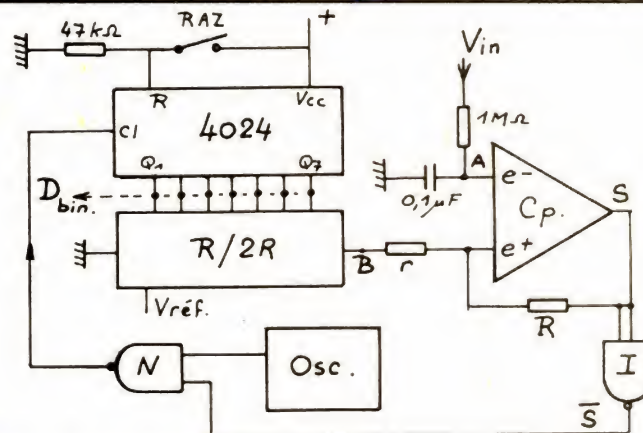

FIGURE 8. – Convertisseur A/D à compteur.
Le montage de la figure 7 peut facilement être transformé en convertisseur de ce type. On obtient le montage de la figure 8. Au départ, le 4024 est à 0. La tension d'entrée à convertir appliquée à  $e^-$  du comparateur. La sortie du réseau  $R/2R$  est à  $e^+$ , via R et r, donnant un seuil d'hystérésis de l'ordre de 1/2 LSB. Comme  $A > B$ , la sortie S du comparateur est basse (0), et donc la porte N passante. Le 4024 reçoit les impulsions d'horloge et compte. La tension en B croît donc en escalier.